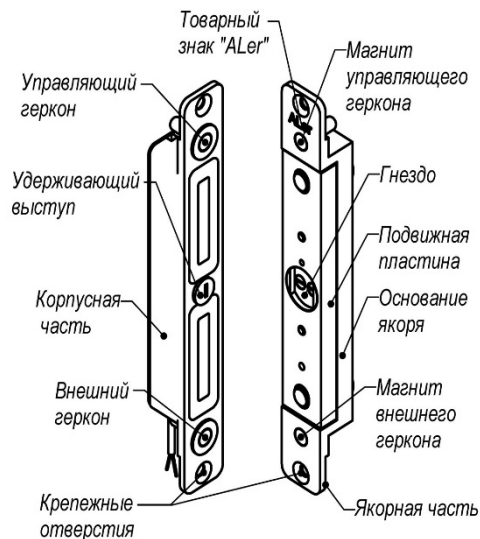

Рис.1
4.1 ЗАМОК состоит из корпусной и якорной частей. При закрытии двери подвижная пластина якорной части притягивается к рабочей поверхности корпусной части, при этом удерживающий выступ на корпусе входит в соответствующее гнездо подвижной пластины якоря и запирает дверь (рисунок 1). Величина удерживающего усилия замка определяется конструктивными размерами удерживающего выступа. При снятии напряжения питания ЗАМОК разблокируется, что приводит к отпиранию двери.
5.2 Для монтажа якорной части в дверном полотне симметрично кромкам двери подготавливается гнездо шириной не менее 26 мм и глубиной не менее 28 мм. Подвижная пластина якоря не должна касаться стенок гнезда при любом положении якоря. Якорная часть замка вертикального исполнения должна быть сориентирована в гнезде по установочной метке в виде товарного знака «ALer» направлением вверх (рисунок 1).